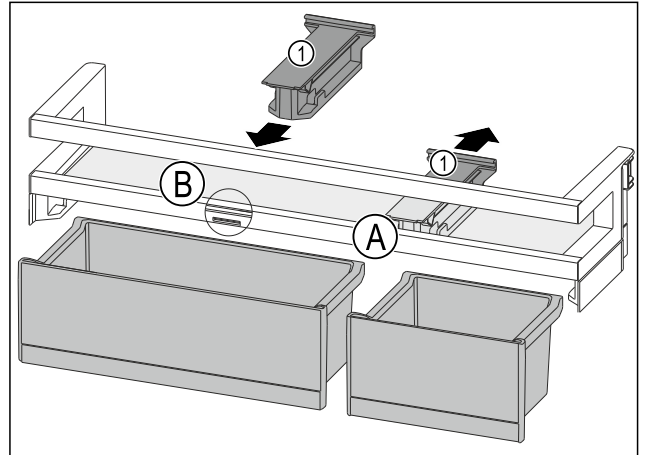

Fig. 94
- ▶ Изтеглете задържащата част Fig. 94 (1) на позиция Fig. 94 (A) назад.
- ▶ Поставете задържащата част Fig. 94 (1) на позиция Fig. 94 (B).